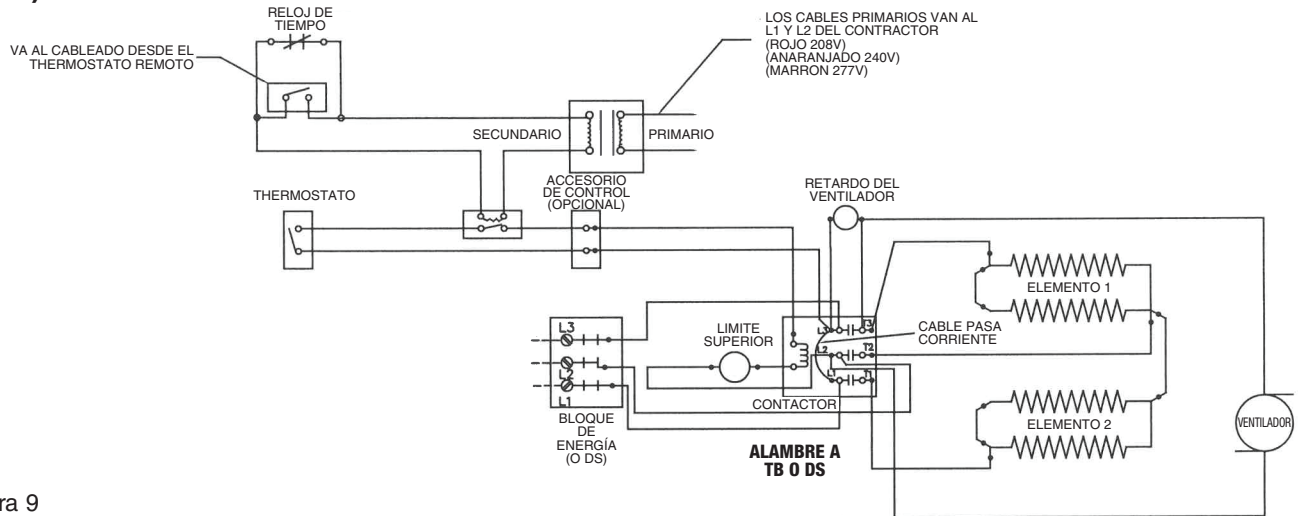

Figura 9
3. Para una operación de "vuelta a cero" nocturna, refiérase al esquema eléctrico, Figura 9.